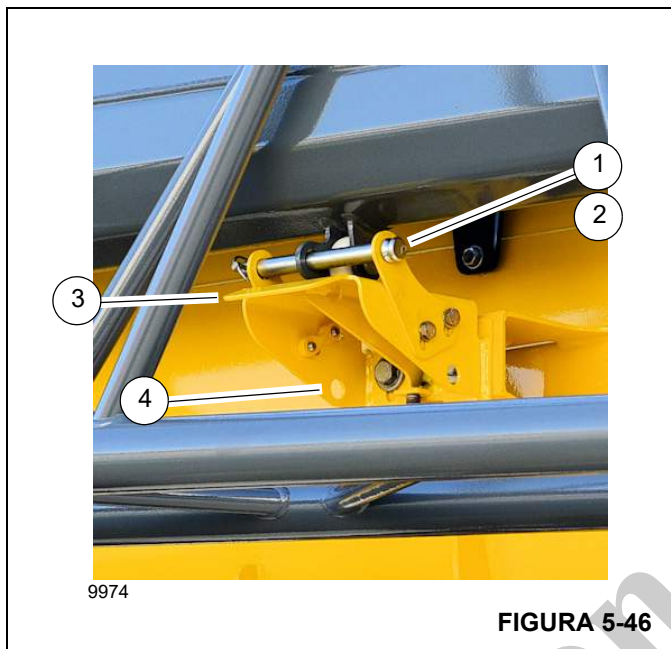

FIGURA 5-46
10. Remova o grampo de retenção e o pino (1 e 2, Figura 5-46) dos orifícios no suporte de retração da seção volante (3). Instale o grampo de retenção e o pino na posição de armazenamento (4).